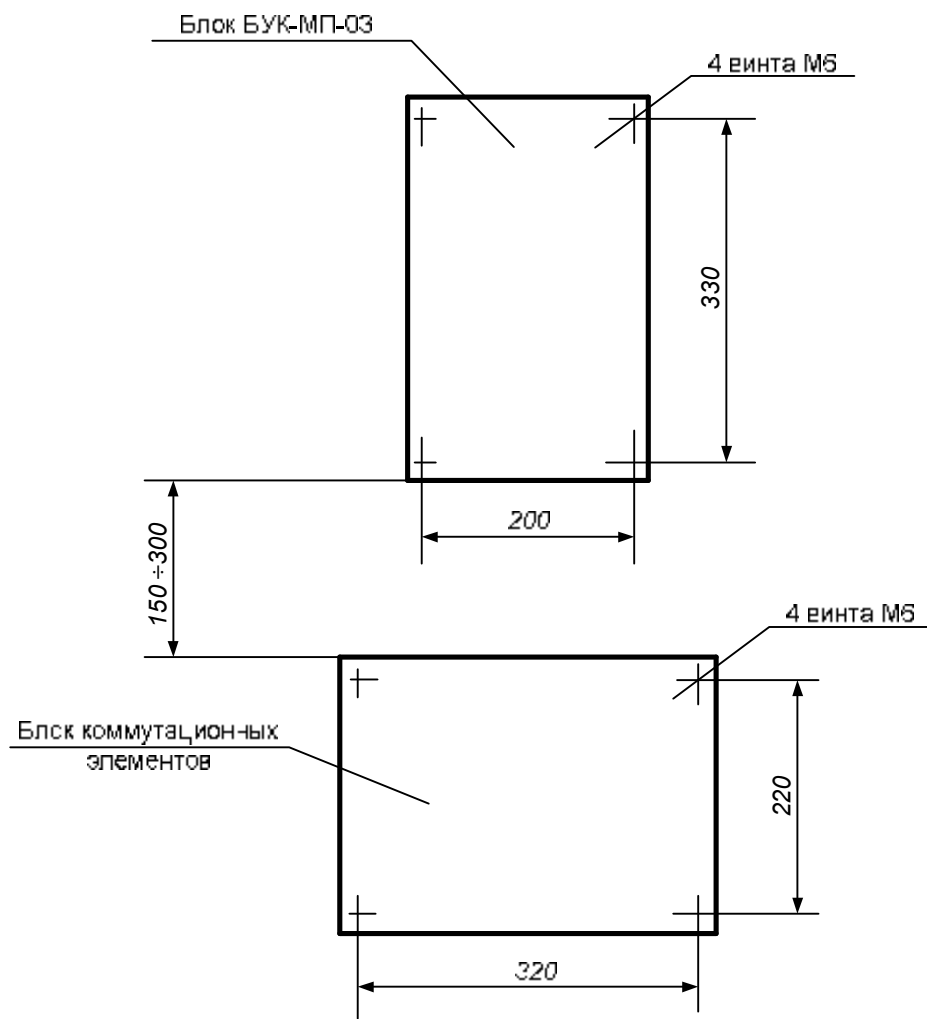

Рисунок 1. Разметка под установку блока БУК-МП-03 и блока коммутационных элементов.
2.2.1. Блок **БУК-МП-03** устанавливается на вертикальной плоскости (щите) на высоте 1500-1700 мм от уровня пола. Блок коммутационных элементов (для подключения внешних монтаж) располагается на расстоянии 150 – 300 мм ниже блока (см. рисунок 1).